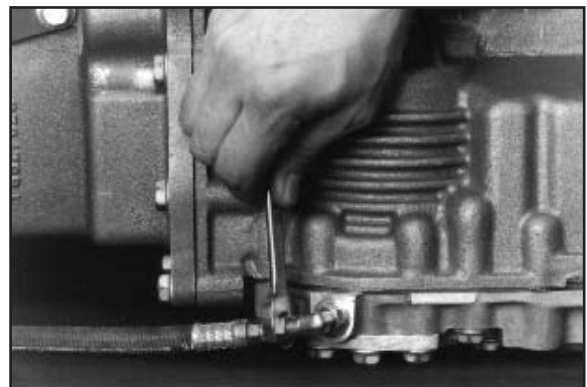

Abb. 11 (rechte Seite abgebildet)
11. Die Hochdruckleitung mit dem Spezialanschluss fest am Getriebe anbringen. Dieser Anschluss ist im Lieferumfang des Nebenantriebs enthalten (**Abb. 11**). Die Schlauchspezifikationen sind in der Tabelle auf Seite 13 zu finden. Nachdem Schlauch und Nebenantrieb fest angeschlossen wurden, das Getriebe entsprechend den Herstellerdaten wieder mit Öl füllen.